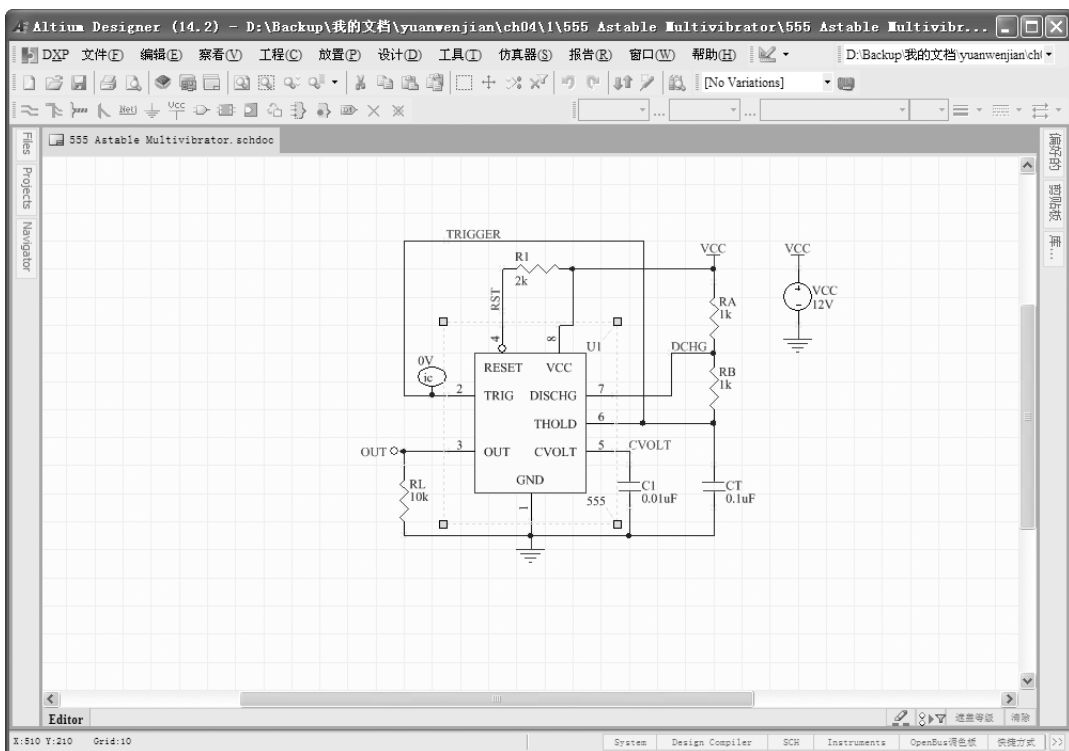

图 4-5 执行“被选中的对象”后的效果
5) 被选中的对象：即选中的元器件。用鼠标左键单击选中某个元器件后，选择该命令，则显示画面的中心会转移到该元器件，如图 4-5 所示。